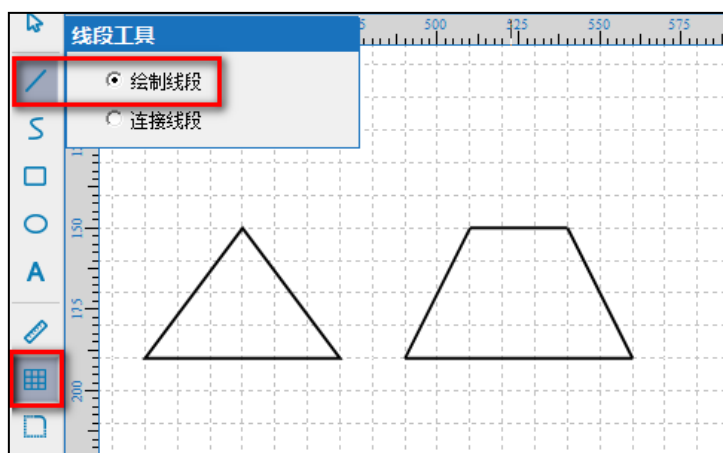

图 3-2
- 使用线段工具和网格工具，可以绘制等腰三角形、等边三角形、平行四边形等多边形，如图 3-2 所示；